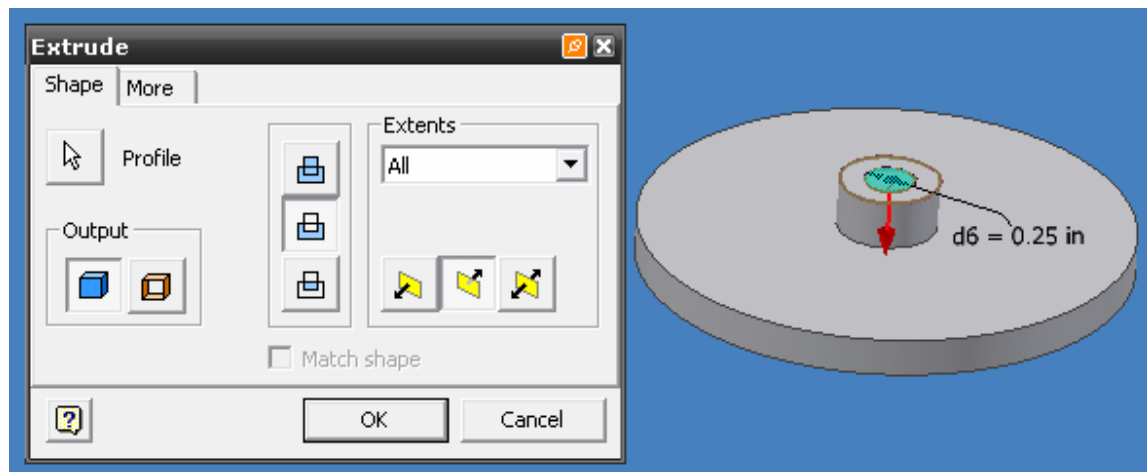

Figura 4.12 Uso del comando CUT y EXTENTS para la operación EXTRUDE.
14.-Seleccione el boceto 2D por medio de la flecha PROFILE, a continuación utilice la operación CUT y en la pestaña EXTENTS seleccione la opción ALL, figura 4.12, de forma que al realizar la operación de corte, esta se hará a través de todo el sólido.